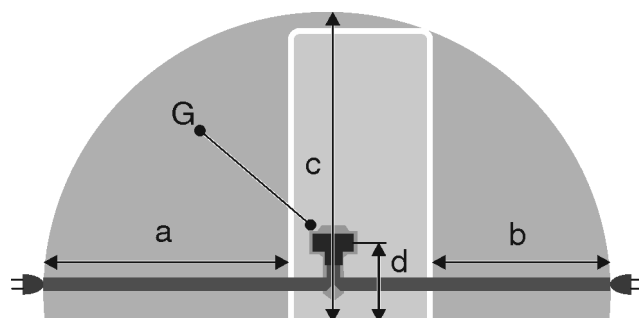

Fig. 53 \*
- Steckdose liegt nicht hinter dem Gerät, sondern in den Bereichen a oder b Fig. 53 (a, b, c).
- Gerätestecker Fig. 53 (G) auf der Rückseite des Gerätes einstecken. Auf richtiges Einrasten achten.